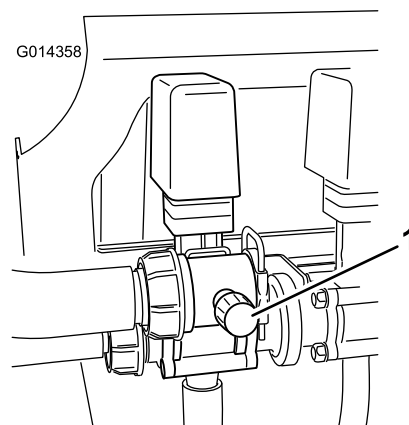

Figura 24
8. Ajuste a válvula de distribuição de agitação (Figura 24) na parte posterior da válvula de agitação até que a pressão indicada no medidor seja 100 psi.